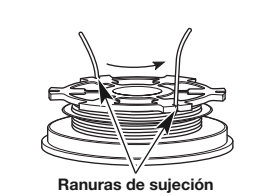

Fig. 21
4. Inserte las dos secciones de 6 pulgadas en las dos ranuras de sujeción de 0.095 (Fig. 21).